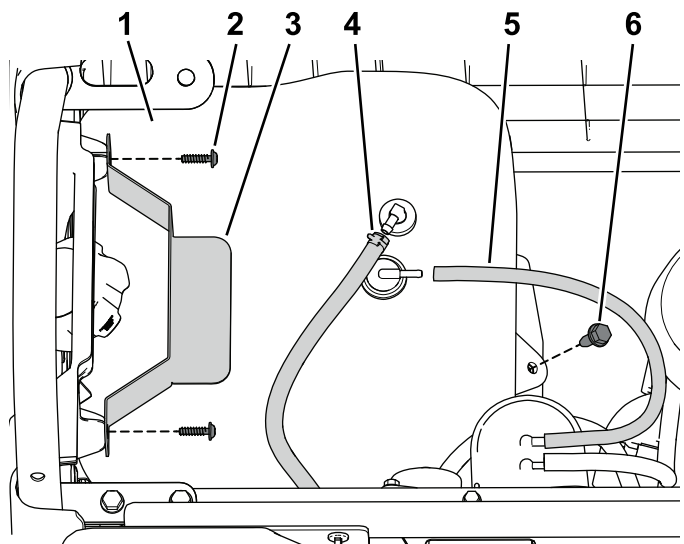

Figura 8
1. Desconecte la manguera de ventilación y el tubo de combustible del depósito (Figura 8).
2. Retire los 2 tornillos que sujetan la pletina de sujeción al panel lateral izquierdo, y retire la pletina de sujeción (Figura 8).
3. Retire el perno con arandela prensada que sujeta el depósito de combustible a la bandeja del depósito de combustible, y retire el depósito de combustible (Figura 8).